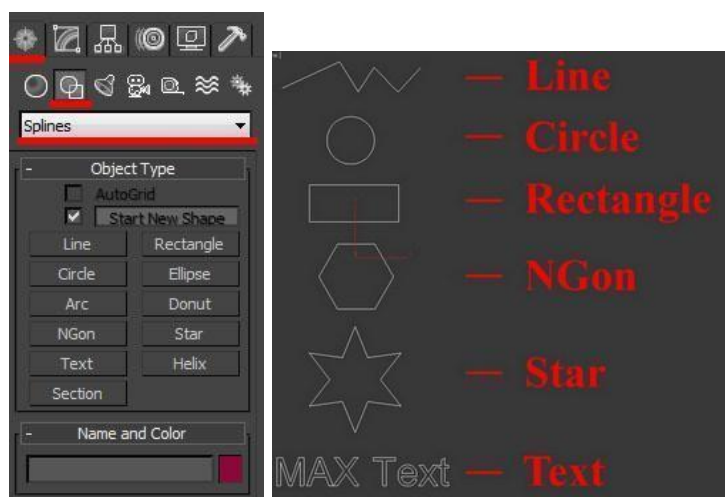

Рисунок 56. Вкладка Create - Shapes - Splines. Виды сплайнов
*Урок 2. Создание объектов со сложной полигональностью с применением сплайнов (Рисунок 56).*